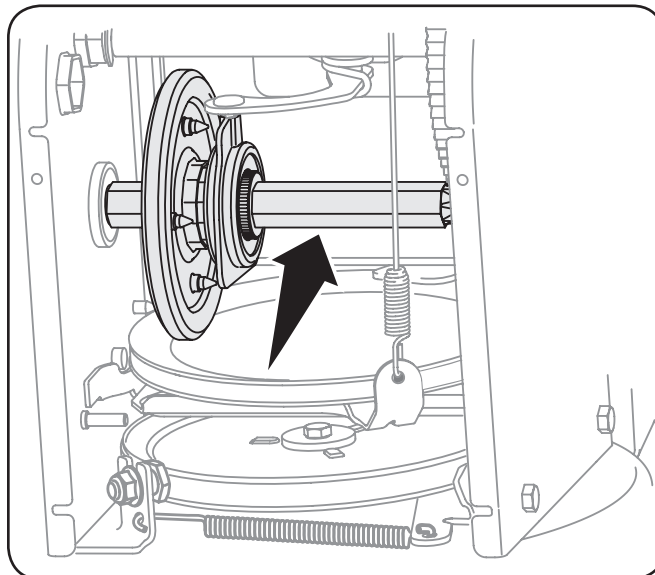

Figura 6-2
4. Aplique una capa ligera de Bostik Grado Regular Never-Seez[®] para el eje hexagonal. Vea la Figura 6-2.